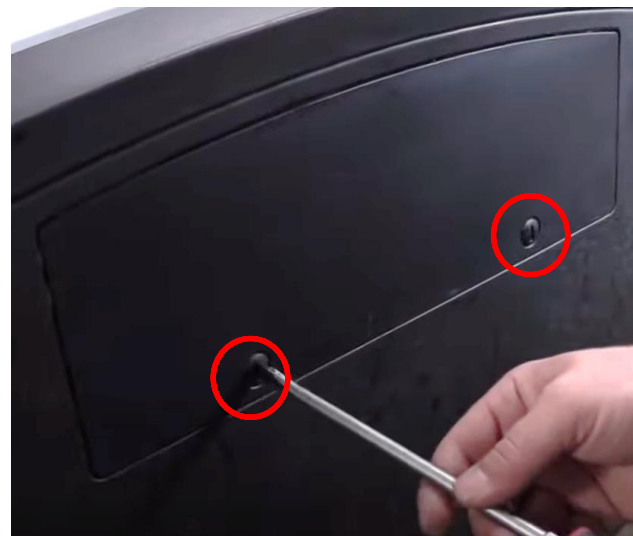

Figura 2
Nota: Si la fascia trasera del vehículo no viene con una puerta de panel inferior como se muestra en la Figura 2, considerar obtener una a través del concesionario.
- Quitar el panel inferior:** Usar un destornillador de cabeza plana para quitar (2) tornillos y lograr acceso y luego quitar el panel de plástico. **Ver la figura 2.**
10. Quitar el panel inferior: Usar un destornillador de cabeza plana para quitar (2) tornillos y lograr acceso y luego quitar el panel de plástico. Ver la figura 2.